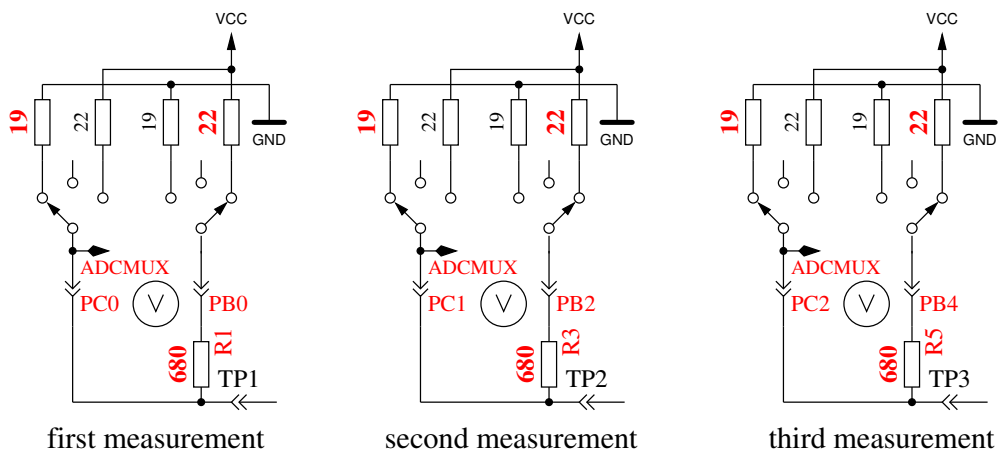

Abbildung 5.39: Messung des Innenwiderstandes von auf GND geschalteten Port C Ausgängen.
5. Dieser Schritt testet die **Fähigkeit von mit GND (-) verbundenen 470kΩ Widerständen (H) die Testpins auf GND zu ziehen**. Zeile 1 zeigt den Text „RH-“. Zeile 2 sollte für alle drei Pinne Null mV anzeigen.
6. Dieser Schritt testet die **Fähigkeit von mit VCC (+) verbundenen 470kΩ Widerständen (H) die Testpins auf VCC zu ziehen**. Zeile 1 zeigt den Text „RH+“. Der bestmögliche mV Wert für die drei Messungen wäre 0 in Zeile 2, da die Diffenz zu VCC dargestellt wird. Große Abweichungen vom Idealwert für Schritt 5 und 6 sind Fehler wie Isolations Problem, Flußmittelreste oder beschädigter Port.
7. **Messung des Innenwiderstandes eines auf GND geschalteten Ausgangs.** Dieser und die folgenden Schritte werden nur bei gewählter AUTO.CAL Option durchgeführt. Die internen Port C Widerstände von auf GND (-) geschalteten Ausgängen werden mit dem Strom der nach VCC (+) geschalteten 680Ω Widerstände gemessen, siehe Abbildung 5.39. Es werden nur die drei Pinne des ADC Ports vermessen, die Widerstands-Ports PB0, PB2 und PB4 können nicht ohne Veränderung der Hardware gemessen werden. Es wird angenommen, daß die Port Widerstände von unterschiedlichen Ports nahezu identisch sind. Der Widerstandswert wird im nächsten Schritt mit ausgegeben.